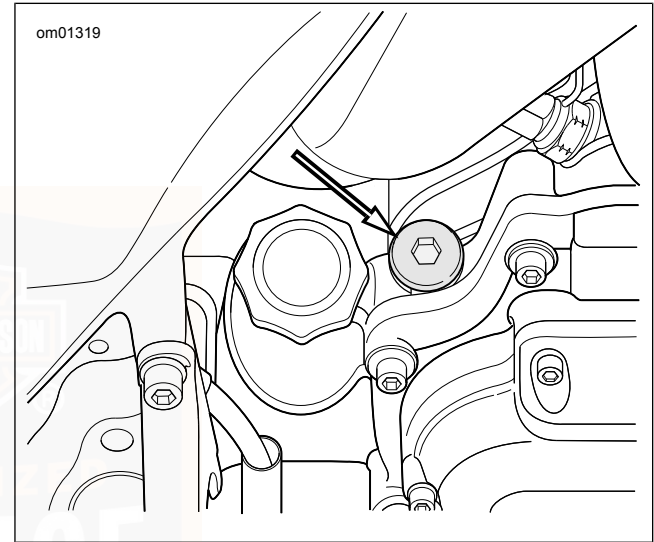

Abbildung 94. Lage des Getriebeeinfüllverschlussstopfens/Ölmesstabs
2. Siehe Abbildung 94. Den Getriebeeinflussverschlussstopfen/Ölmessstab entfernen. Den Ölmessstab sauber wischen.